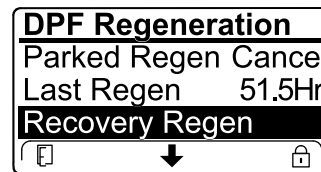

Figura 52
- Si la computadora del motor no ha sido solicitado una regeneración de recuperación y usted se desplaza a la opción RECUPERACIÓN DE RECUPERACIÓN, la regeneración de recuperación se bloquea y el icono de bloqueo (Figura 52)